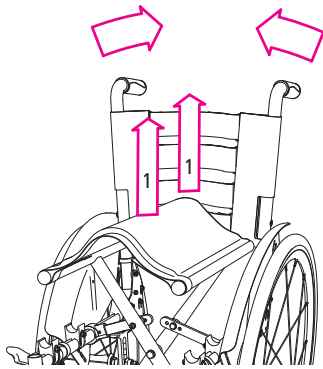

Abb.5
2. Ziehen Sie nun – vorne und hinten – in der Mitte das Sitzpolster nach oben (1, Abb. 5). Der Rollstuhl faltet sich dann selbstständig zusammen.